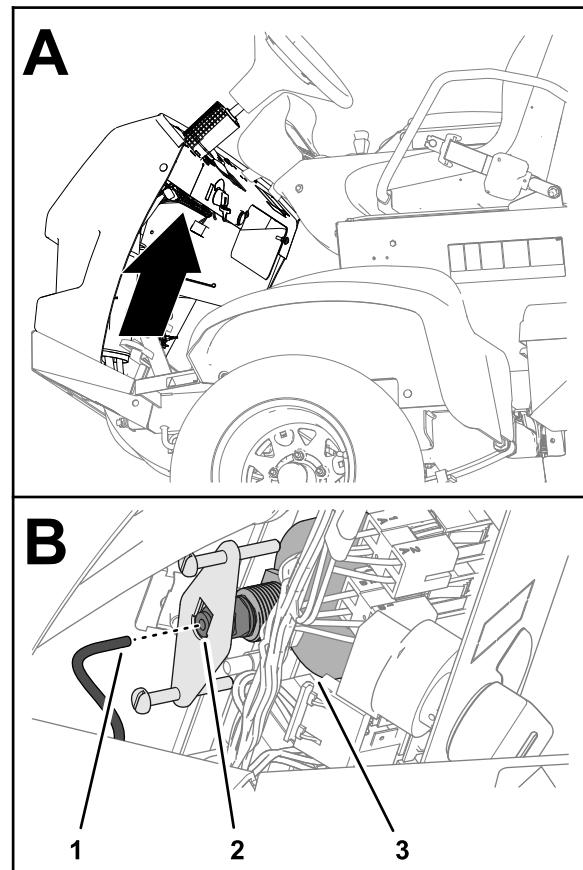

Bild 137
5. Entfernen Sie das Rohr von der Rückseite des Manometers und legen Sie das Ende des Rohres in einen Behälter (Bild 137).